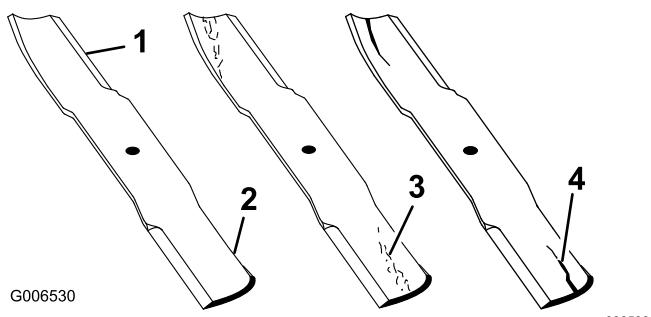

Figure 103
- Examinez le tranchant des lames (Figure 103).
- Remplacez immédiatement toute lame fendue, usée ou qui présente une entaille (Figure 103).